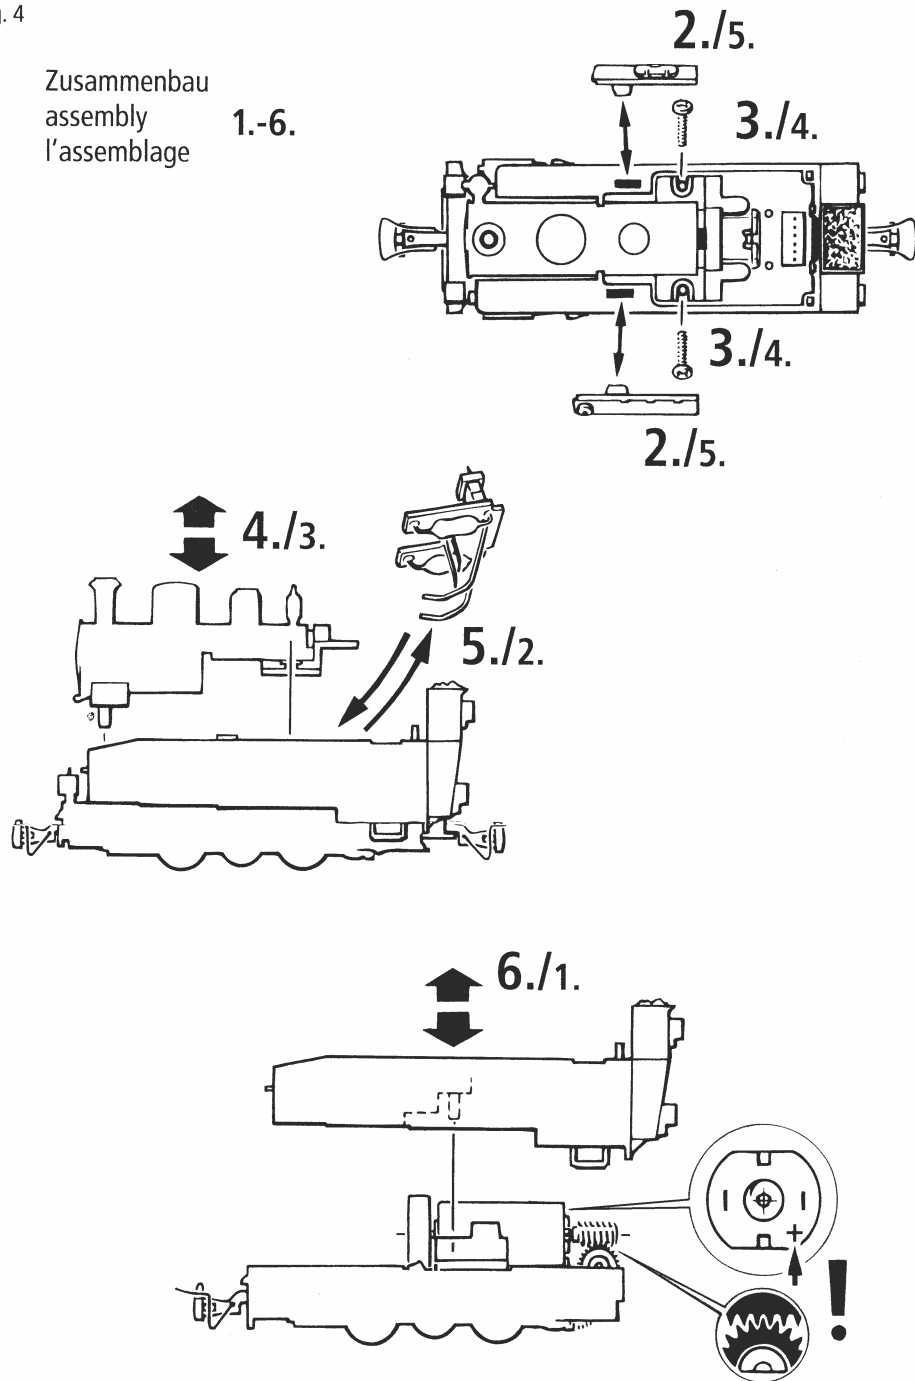

Fig.5
1. Reinigung der Radstromkontakte: Radstromkontakte können auf unsauberen Schienen leicht verschmutzen. Bitte **entfernen Sie** vorsichtig mit einem kleinen Pinsel **den Schmutz** an den in Fig. 5 gekennzeichneten Stellen. Dazu zuerst das Lokgehäuse abnehmen (Fig. 4).
3. Motorwechsel: Lokgehäuse abnehmen (Fig. 4). Danach wird der **Motor ausgebaut** und ausgetauscht (Fig. 5).
Les lames de contact risquent de s'encrasser rapidement sur des voies poussiéreuses. Veuillez **enlever la poussière** aux endroits marqués à la fig. 5 à l'aide d'un petit pinceau souple après avoir démonté la caisse de la locomotive (fig. 4).
3. Remplacement du moteur: Démontez la caisse (voir fig. 4). Démontez ensuite le moteur (fig. 5).
1. Cleaning of wheel contacts: Wheel contacts easily get dirty on tracks which are not entirely clean. Use a small brush to **remove dirt** from spots marked in fig. 5. Prior to cleaning the remove loco body (fig. 4).
3. Motor Changing: First **remove** loco body (fig. 4), and then the **motor** (fig. 5).